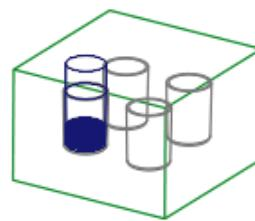

图 25.18 收集体积块
⑥ 在菜单栏中单击 **Done (完成)** → **Done/Return (完成/返回)** → **Done (完成)** 命令，完成收集体积块的创建，结果如图 25.18 所示。